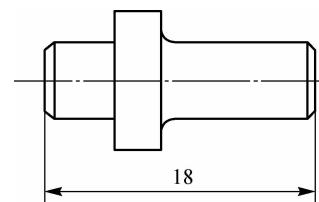

图 1-1-1
4. 图 1-1-1 所示零件图中, 绘图比例为 2 : 1, 该零件的实际长度是( )。